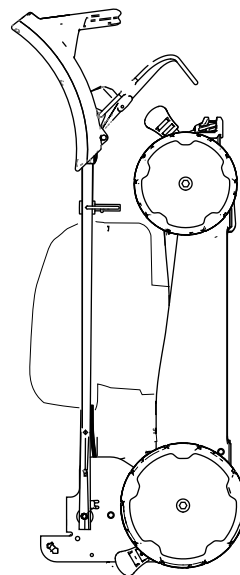

Figura 24
5. Sollevare la parte frontale della macchina utilizzando la stegola e spostatela in uno spazio per il rimessaggio (Figura 24).